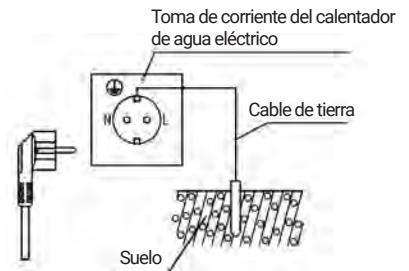

Figura 5
- (9) Después de confirmar que los valores nominales de los medidores de electricidad, cables, interruptores enchufes y fusibles del sistema de suministro de energía cumplan con los requisitos de consumo de energía de este producto, conecte un enchufe de posición adecuada para suministrar energía al calentador de agua eléctrico (como se muestra en la figura 5). La altura de instalación de la toma de corriente desde el suelo no debe ser inferior a 1,8 m.
- (10) Después de confirmar que los valores nominales de los medidores de electricidad, cables, interruptores, enchufes y fusibles en el sistema de suministro de energía cumplen con los requisitos de consumo de energía de este producto, conecte un enchufe de energía separado en una posición apropiada para suministrar energía al calentador de agua eléctrico (como se muestra en la Figura 5). La altura de instalación de la toma de corriente desde el suelo no debe ser inferior a 1,8 m.